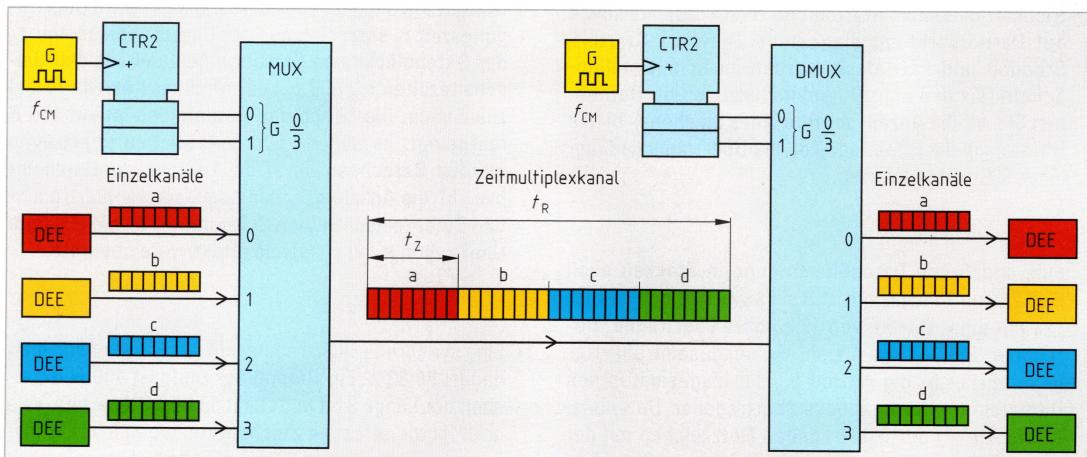

Bild 1: Prinzip einer Zeitmultiplexübertragung mit byteweiser Verschachtelung
- Die Dauer eines Zeitmultiplexrahmens beträgt 250 µs (**Bild 1**). Berechnen Sie a) die Bitrate des Zeitmultiplexkanals, b) die Bitrate eines Einzelkanals.